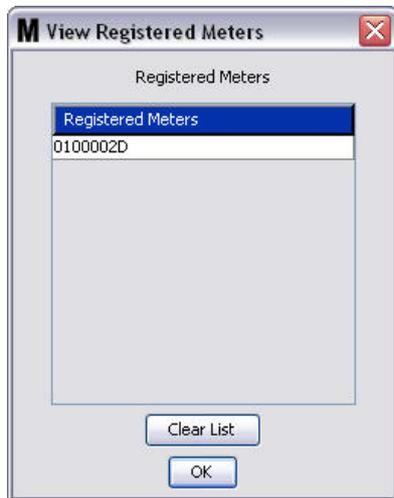

FIG. 121
- **Pulsante LINK/UNLINK** (Collega/Scollega): quando tutti i parametri sulla schermata Meter Profile (Profilo dosatore) sono stati completati, fare clic sul pulsante Link (Collega) per visualizzare la schermata Meter Profile/ID Assignment (Profilo dosatore/Assegnazione ID) illustrata nella FIG. 121. Dall'elenco di dosatori registrati, selezionare un dosatore al quale associare il profilo dall'elenco. Fare clic su OK per chiudere la schermata e salvare le modifiche.